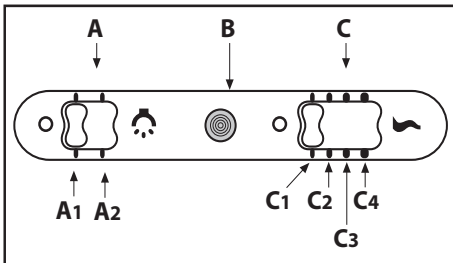

Fig.11
• **Comandi:** (fig.11) **slider** la simbologia è di seguito riportata: